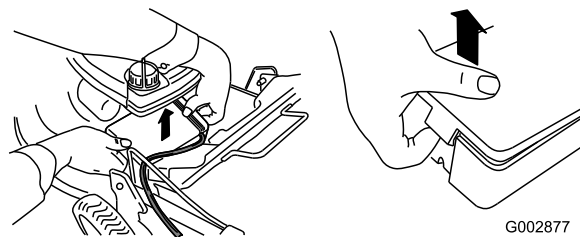

Bild 7
1. Lösen Sie die beiden Clips an der Batteriefachabdeckung und nehmen Sie sie ab (Bild 7).